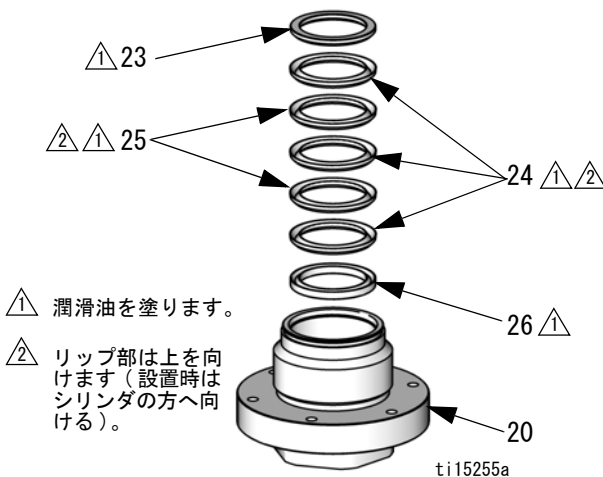

図 10. スロット V-パッキン
9. コネクティングロッド (14) とベローズ (7) を取り外します。
10. 5 mm 六角レンチを使用して3つのネジ (17)、およびワッシャ (18) を外したあと、ベローズ室 (1) を取り外します。ベローズ室のOリング (12) を廃棄します。
11. 54 mm (2 1/8 インチ) のソケットレンチを使用して、パッキンナット (20) を取り外します。
12. **V-パッキンモデル**：パッキン押さえ (23、26)、スロートパッキン (24、25)、およびスプリング (22) を取り外します。図 10、ページ 14、を参照してください。